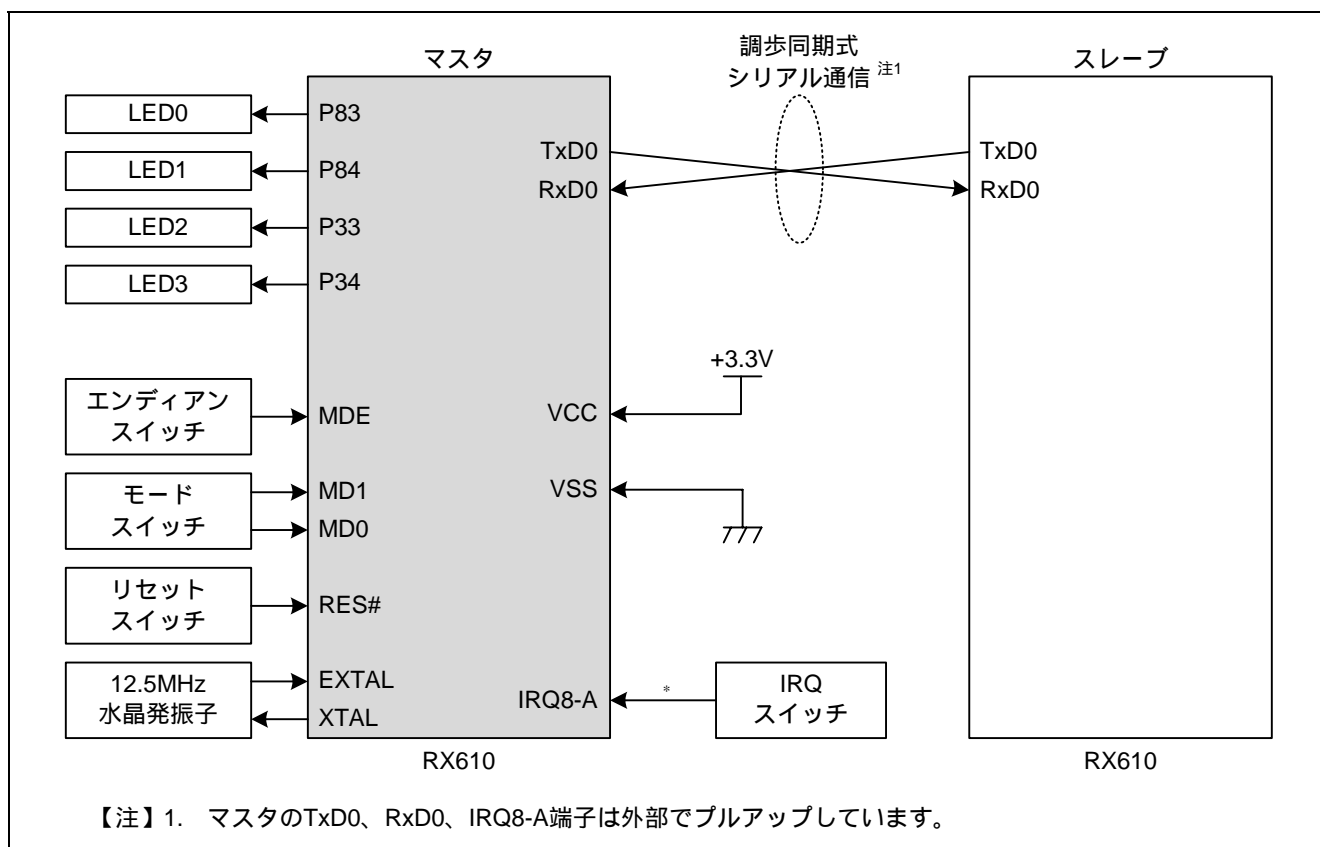

図 2 マスタのハードウェア構成図
- 図 2 に本アプリケーションノートにおけるマスタのハードウェア構成図を示します。